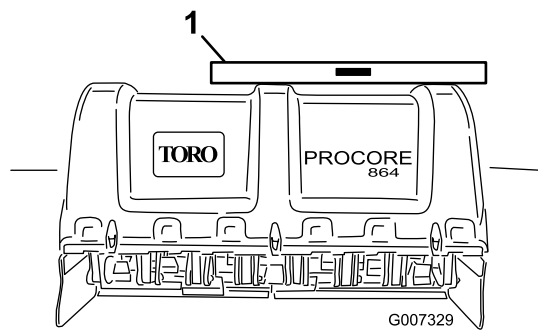

Рисунок 15
2. Для проверки выравнивания в поперечном направлении поместите уровень на раму аэратора (**Рисунок 15**).